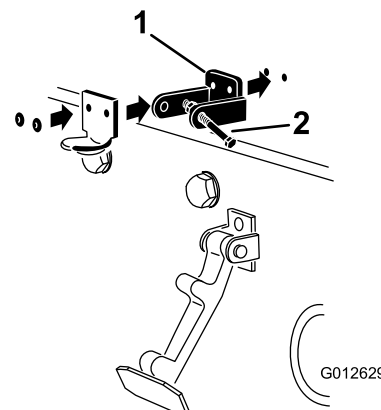

Рисунок 7
4. Выравнивая монтажные отверстия, поместите стопорный кронштейн и кронштейн фиксатора капота на капот (Рисунок 7).
6. Приклепайте кронштейны и шайбы к капоту (Рисунок 7).